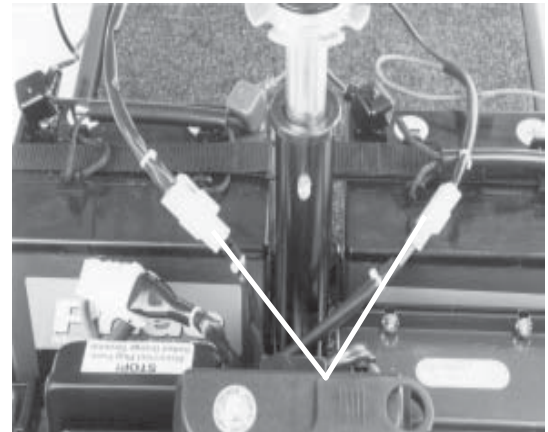

FIGURE 13. DÉBRANCHEMENT DU HARNAIS
5. Débranchez les deux batteries du harnais (Voir figure 13.)